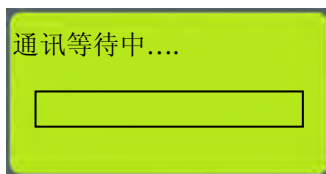

图 6-4 TP 人机通讯等待中
完成前述的联机设置后，当需要下载数据到 TP 人机时，若使用 TP02G、TP04G、TP04G-AL-C、TP04G-AL2、TP05G、TP08G、VFD-C Keypad 机种时，需由 TP 人机面板设置 TP 人机系统选项，选择【1.下载程序 TP04G←PC】，接着 TP 人机画面如图 6-4。
- 步骤 7. 完成页面的设计后要下载时，长按 TP 人机面板的【**Esc**】按钮后，进入 TP 人机系统选项，再按下【**1.下载程序 TP04G** ← **PC**】，TP04G 人机屏幕上会出现“通讯等待中....”的字符串。请参考图 6-4。